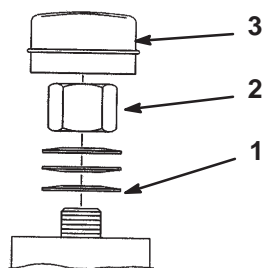

Bild 49
- Entfernen Sie den Staubdeckel vom Laufrad und ziehen Sie die Sicherungsmutter an (Bild 49).
- Ziehen Sie die Mutter so weit an, bis die Federscheiben flach sind. Drehen Sie dann 1/4 Drehung zurück, damit Sie die Vorlast korrekt auf die Lager verteilen können (Bild 49).
Wichtig Achten Sie darauf, dass die Federscheiben korrekt wie in Bild 49 dargestellt eingesetzt sind.